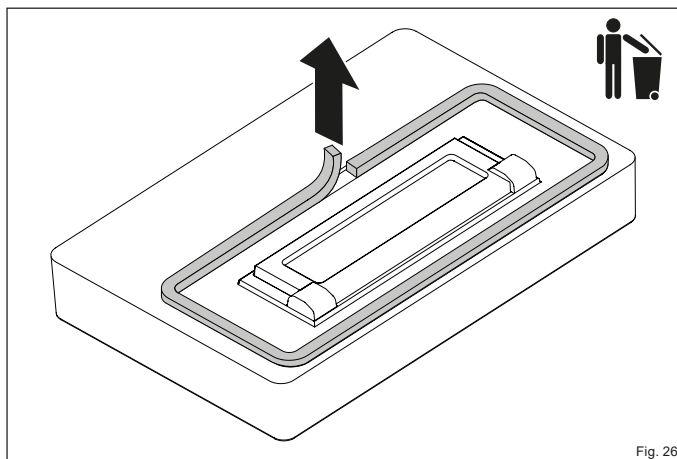

Fig. 26
- ▶ Retirez l'ancien joint et jetez-le à la poubelle (Fig. 26).